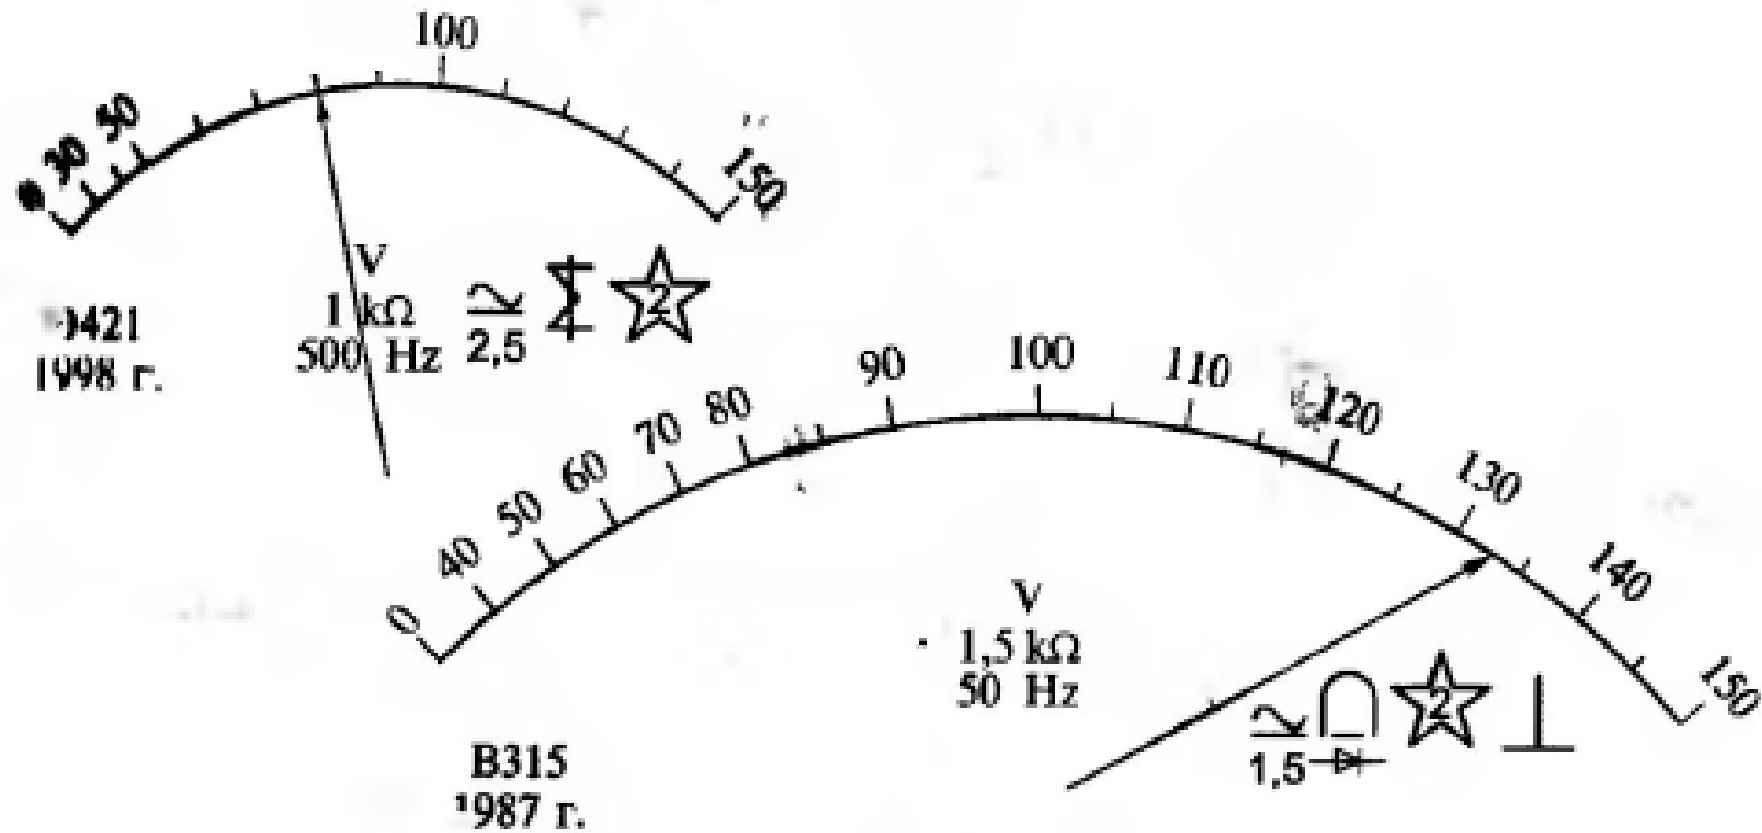

Рис. 3.2. Изображения шкал двух приборов к задаче 3.1
**3.1.** На рис. 3.2 представлены шкалы двух измерительных приборов.
4) определить значения измеряемых напряжений, соответствующих положениям стрелок на шкалах приборов, показанных на рис. 3.2.